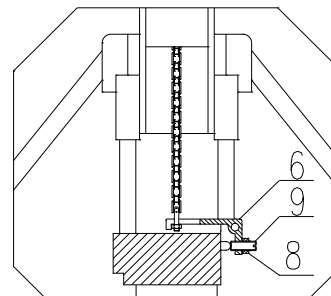

Abbildung 4
4.2 Hubwagen mit Hilfe der Schraube (Pos. 9) in Abb. 4 justieren. Sollten sich die Gabeln nach dem Anheben wieder absenken, Einstellschraube leicht gegen den Uhrzeigersinn drehen. Vorgang wiederholen, bis die Gabeln des Hubwagens sich normal anheben lassen. Die Außensechskantmutter (Pos. 8) der Schraube verriegelt den Hubwagen. Vor der Justierung ist diese Mutter loszuschrauben. Anschließend ist sie wieder festzuziehen.